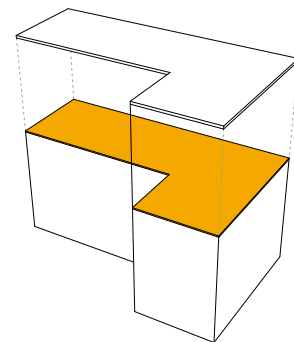

Abb.2
- **6 mm:** Es empfiehlt sich der Einsatz einer festen Trägerplatte aus veredeltem Polypropylen (o. Ä.) über die gesamte Länge der Fläche (Abb. 2). Um Unterschiede bei der Ausdehnung der beiden Elemente auszugleichen, sollte ein elastischer Kleber verwendet werden.